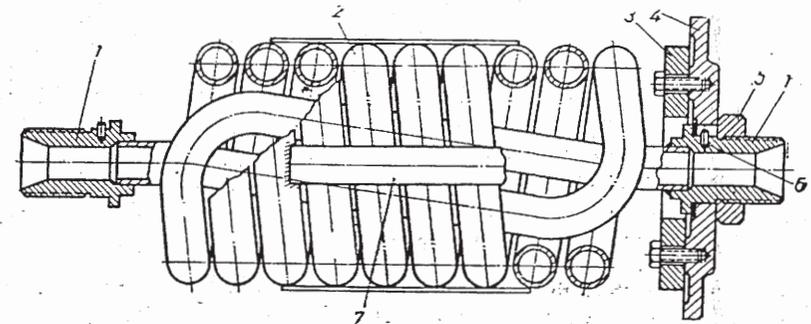

Рис. 10. Холодильник I ступени
**Холодильник I ступени** (рис. 10) изготовлен из медной трубки.